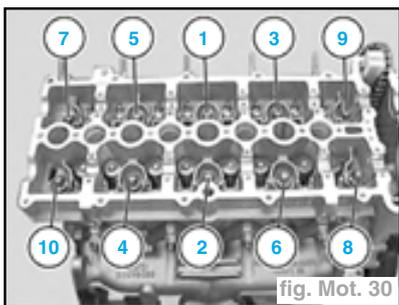

fig. Mot. 30
- les vis de culasse de l'extérieur vers l'intérieur dans l'ordre 10 à 1 (fig. Mot. 30),
- Mettre en place les **vis neuves** légèrement graissées et les serrer au couple de **8,0 daN.m** et desserrer d'1/2 tour puis resserrer à **5,0 daN.m** et **90°** puis **90°** suivant l'ordre de **1 à 10** (fig. Mot. 30).